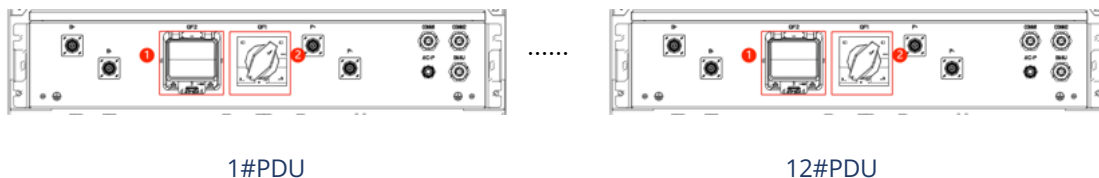
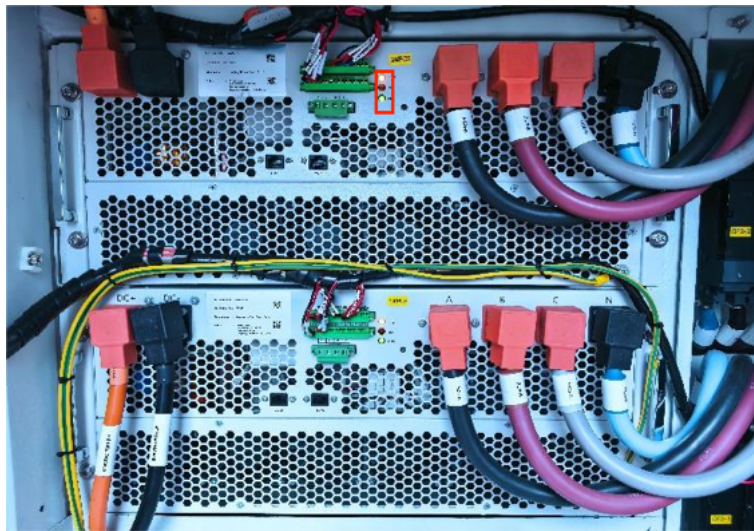

Abbildung 6-1-2: Abgeschlossener Einschaltvorgang an der Hochvolt-Box
Abbildung 6-1-3: Leuchtende Anzeige am PCS
- Prüfen Sie, ob alle Leistungskabelbäume und die Klemmen der Kommunikationsleitungen ordnungsgemäss angeschlossen sind, und bestimmen Sie die richtige Schalterstellung gemäss Abbildung 6-1-2.
Schritt 1: Schalten Sie die Batteriecluster ein. Suchen Sie dazu die PDU der Hochvolt-Box und schalten Sie zuerst QF2, dann QF1 ein (durch Drehen in Stellung ON). Schalten Sie nacheinander alle 12 Hochvolt-Boxen (1#PDU, 2#PDU ... 12#PDU) ein und warten Sie jeweils, bis die Schütze anziehen (ca. eine Minute); wiederholen Sie den Vorgang 12-mal, wie in Abbildung 6-1-2 dargestellt. Ist die DC-Versorgung des PCS erfolgreich hergestellt, leuchtet dessen Anzeige, wie in Abbildung 6-1-3 dargestellt.